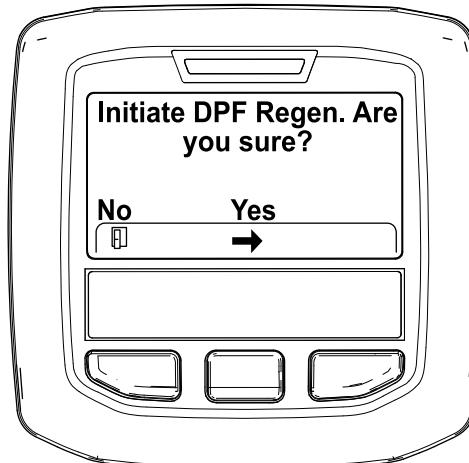

Figura 47
- Quando surgir a mensagem “Initiate DPF Regen. Are you sure?” (Iniciar Regen. DPF. Tem a certeza?), prima o botão central (Figura 47).